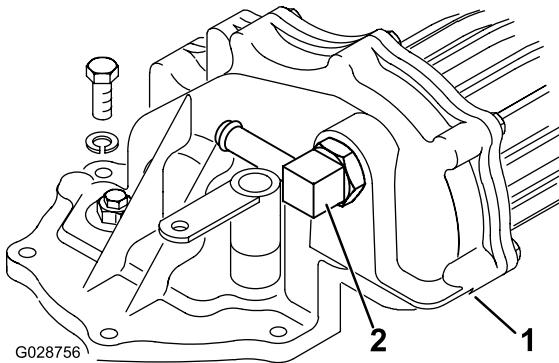

Рисунок 18
- Установите штуцер на переднюю часть нового механизма отбора мощности и расположите штуцер, как показано на Рисунок 18.
- Выверните 5 болтов, снимите стопорные шайбы и гайку, которые крепят плоскую крышку к ведущему мосту, и осторожно снимите плоскую крышку, проследив за тем, чтобы не повредить кольцевое уплотнение (Рисунок 18).